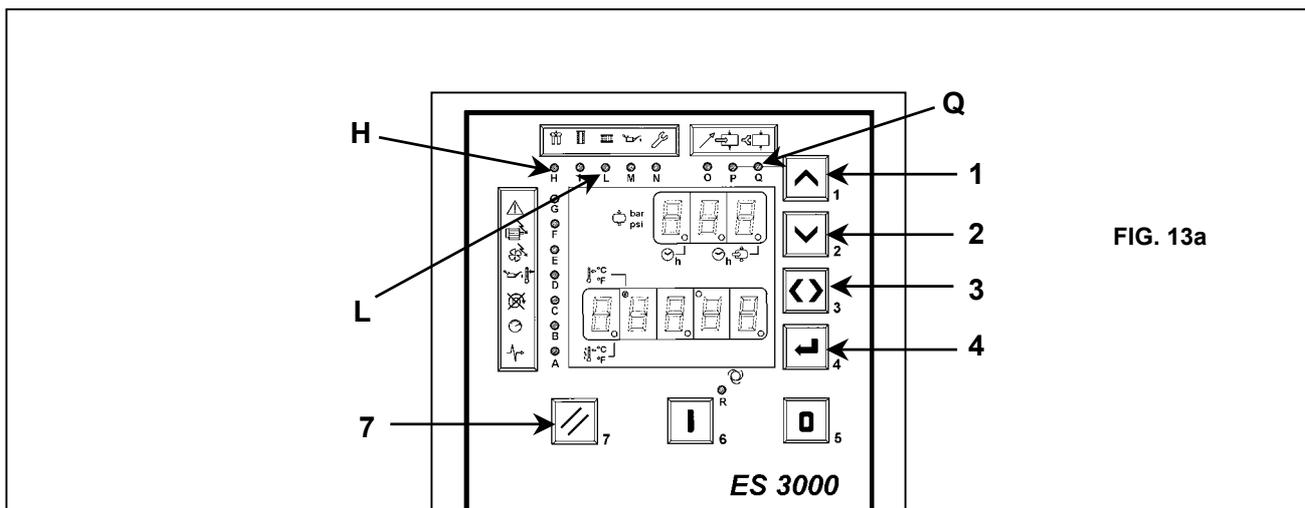

FIG. 13a
Para visualizar las horas totales de funcionamiento pulsar Ref. 3 Fig. 13a , Las horas de funcionamiento se indican en la pantalla inferior y a la izquierda de la pantalla superior se enciende un punto (led de confirmación).
Para visualizar las horas de funcionamiento en CARGA pulsar de nuevo Ref. 3 Fig. 13a y a la derecha de la pantalla superior se enciende un punto (led de confirmación).
- Pulsar el botón Ref. 3 Fig. 13a para salir a la pantalla de visualización inicial.
Si se quiere reajustar un contador (por ejemplo Ref. L filtro aire) una vez efectuado el mantenimiento correspondiente, proceder como sigue: (**véase Fig. 13a**)
- 1) Pulsando el pulsador Ref. 1 Fig. 13a se enciende el led Ref. Q (parpadea). La máquina empieza a funcionar en VACÍO MANUAL.
- 2) Volviendo a pulsar el botón Ref. 1 Fig. 13a la máquina vuelve al ciclo automático.
- Mantener pulsado el botón 4 Fig. 13a algunos segundos hasta que aparezca "**P0**" (presión de descarga) en la pantalla superior: al mismo tiempo en la pantalla inferior aparece el valor de la presión de descarga en bar (8 o 10 o bien 13 bar).
- Pulsando el botón Ref. 1 Fig. 13a, en la pantalla superior, aparecerán, de forma secuencial, todos los parámetros de la tarjeta (**P0, P1, r2, t3, t4, C5, C6, C7**) mientras que en la pantalla inferior aparecerán los valores fijados para cada uno de los parámetros. Para salir de la visualización pulsar el botón Ref. 3 hasta que el punto luminoso de la pantalla se ponga en el símbolo.
- Mantener pulsado el botón Ref. 4 fig. 13a algunos segundos hasta que aparezca el parámetro "**P0**" en la pantalla superior.
- Pulsar el botón Ref. 1 Fig. 13a hasta localizar el parámetro "**r2**" (temperatura máxima).
- Pulsar el botón Ref. 4 Fig. 13a: el valor de la temperatura que se indica en la pantalla inferior parpadea.
- Pulsar el botón Ref. 2 Fig. 13a hasta el valor 95.
- Pulsar el botón Ref. 4 Fig. 13a para confirmar la modificación realizada; el valor 95 dejará de parpadear.
- Salir de la programación pulsando el botón Ref. 3 Fig. 13a.